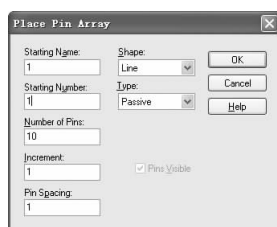

图 6-219 “Place Pin Array (放置阵列引脚)”对话框
6) 放置引脚。选择菜单栏中的“Place (放置)”→“Pin Array (阵列引脚)”命令，弹出如图 6-219 所示的“Place Pin Array (放置阵列管脚)”对话框，设置阵列管脚属性。